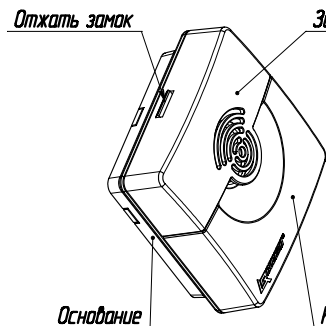

Рисунок 4
- снять защитную крышку (см рисунок 4);